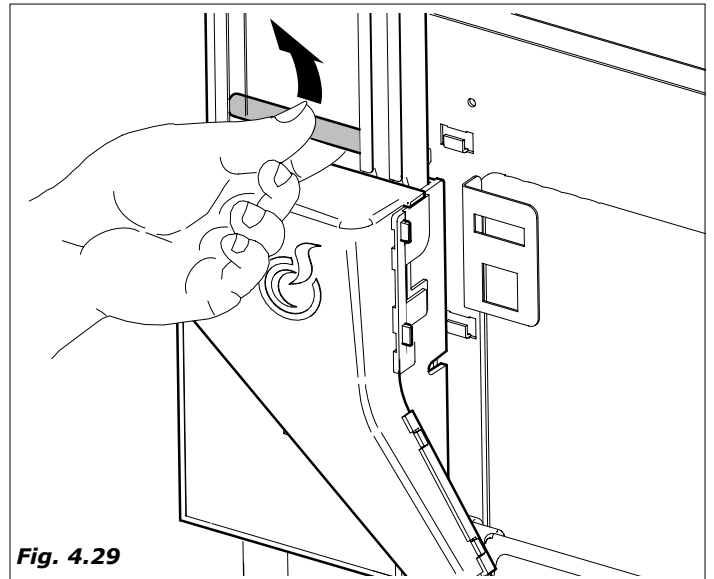

Fig. 4.29
- Quitar el peso metálico de la guía. (Fig.4.29)